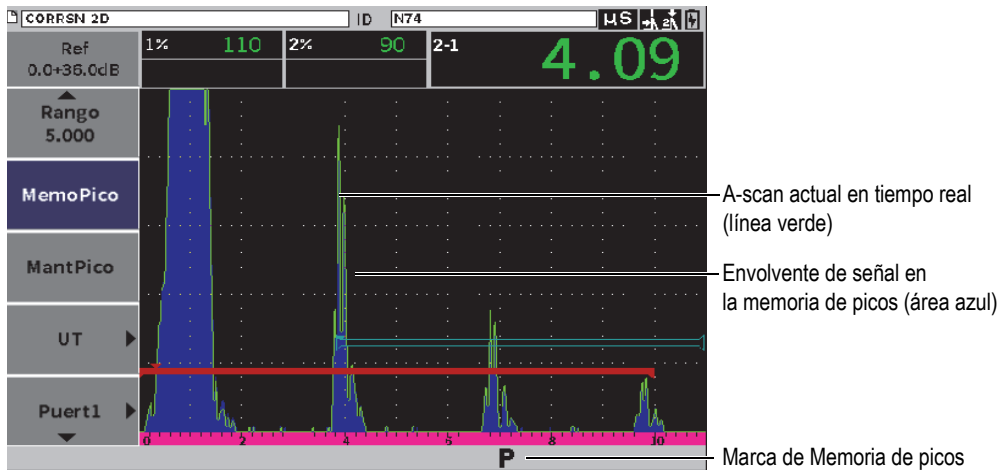

Figura 7-11 Ejemplo de envolvente de señal en la memoria de picos
La función de memoria de picos permite capturar la imagen de la pantalla y almacenarla en la memoria de amplitud con cada adquisición A-scan. Al efectuar un escaneo sobre un reflector, la envolvente de señal de la memoria de pico, generada por la sonda (dinámica de eco como función de la posición de sonda), es retenida en la pantalla en azul (vea la Figura 7-11 en la página 108). La pantalla se actualiza cuando una señal de mayor amplitud es adquirida. Asimismo, la forma de onda en curso es mostrada en el lugar apropiado entre la señal de la envolvente.
1. Con una puerta activa y el menú de barra lateral visualizado, gire la rueda de ajuste para seleccionar el botón **PeakMem** (vea la Figura 7-11 en la página 108).